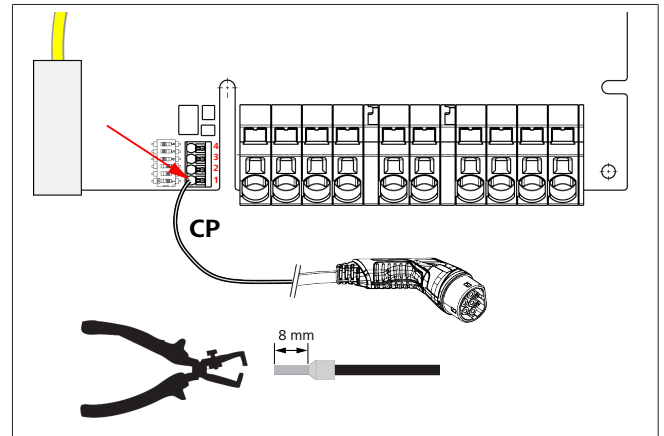

Fig. 7
- Tilslut de enkelte ledningsender på den højre klemblok med påskriften "OUT" ved hjælp af kærvskruetrækkeren (3,5 mm) og i overensstemmelse med angivelserne på billedet (Fig. 7).